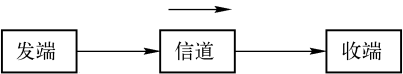

图 8-3 单工通信
1) 单工 (Simplex)：指数据只能实现单向传送的通信方式，一般用于数据的输出，不可以进行数据交换，如图 8-3 所示。